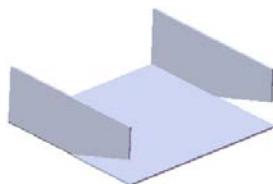
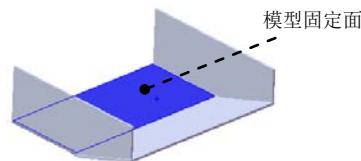

图 9.16 展开 1
图 9.17 模型固定面
Step5. 创建图 9.16 所示的钣金特征——展开 1。
(1) 选择命令。选择下拉菜单 $\text{插入(I)} \rightarrow \text{钣金(W)} \rightarrow \text{展开(U)...}$ 命令(或单击“钣金”工具栏上的“展开”按钮 展开)，系统弹出“展开”对话框。
(2) 定义固定面。选取图 9.17 所示的模型表面为固定面。
(3) 定义展开的折弯特征。在“展开”对话框中单击 收集所有折弯(A) 按钮，系统将模型中所有可展平的折弯特征显示在 要展开的折弯: 列表框中，然后删除边线折弯 1 和镜像折弯 1。
(4) 单击 \checkmark 按钮，完成展开 1 的创建。